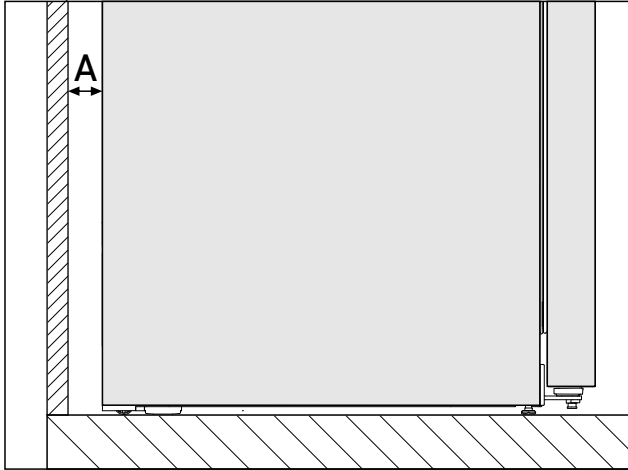

Fig. 3 *
Енергоспоживання було визначено на відстані Fig. 3 (A) між задньою стороною пристрою та стіною. Якщо відстань до стінки менше ніж Fig. 3 (A), то це не впливає на функціональність пристрою. При меншій відстані до стінки споживання електроенергії може незначно збільшуватись, а на задній стінці пристрою може утворюватись конденсат.*